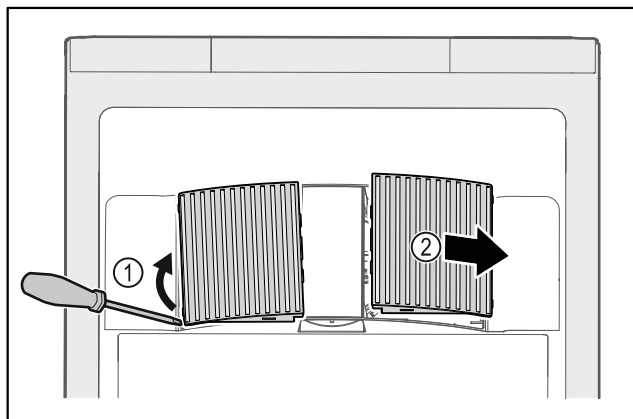

Fig. 140
- ▶ Extraire par un mouvement de levier les caches latéraux Fig. 140 (1) vers l'avant Fig. 140 (2).